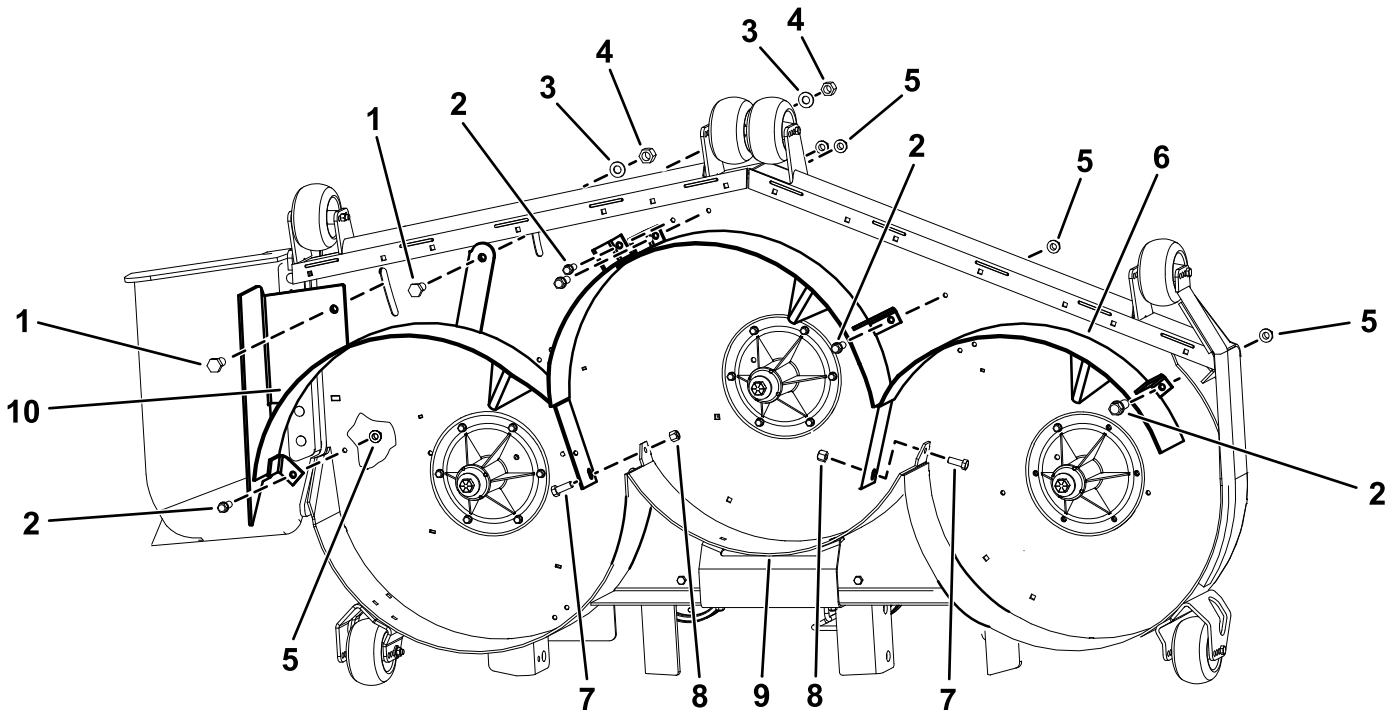

Bild 4
1. Montieren Sie das rechte Ablenkblech am Mähwerk (**Bild 4**).
2. Befestigen Sie das rechte Ablenkblech mit zwei Schrauben ($\frac{1}{2}" \times 1"$), zwei Blechschrauben ($\frac{3}{8}" \times 1"$), zwei Muttern ($\frac{1}{2}"$), zwei Unterlegscheiben ($\frac{1}{2}"$) und zwei Bundmuttern ($\frac{3}{8}"$) lose an der Oberseite des Mähwerks, wie in **Bild 4** dargestellt.
3. Befestigen Sie das rechte Ablenkblech mit einer Schraube ($\frac{3}{8}" \times 1"$) und einer Mutter ($\frac{3}{8}"$) am hinteren Ablenkblech, wie in **Bild 4** dargestellt.
4. Montieren Sie das linke Ablenkblech am Mähwerk (**Bild 4**).
5. Befestigen Sie das linke Ablenkblech mit drei Blechschrauben ($\frac{3}{8}" \times 1"$) und drei Bundmuttern ($\frac{3}{8}"$) lose an der Oberseite des Mähwerks, wie in **Bild 4** dargestellt.
6. Befestigen Sie das linke Ablenkblech mit einer Schraube ($\frac{3}{8}" \times 1"$) und einer Mutter ($\frac{3}{8}"$) am hinteren Ablenkblech, wie in **Bild 4** dargestellt.